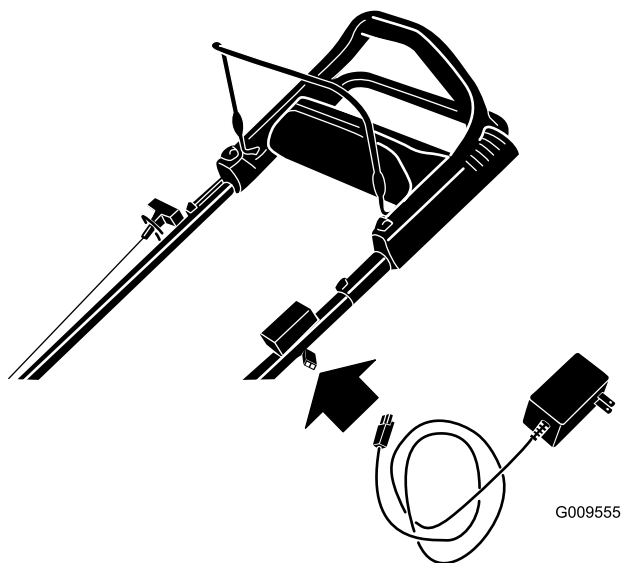

Figura 39
1. Collegate il caricabatterie al cablaggio preassemblato del tosaerba, sotto la chiave di accensione (Figura 39).